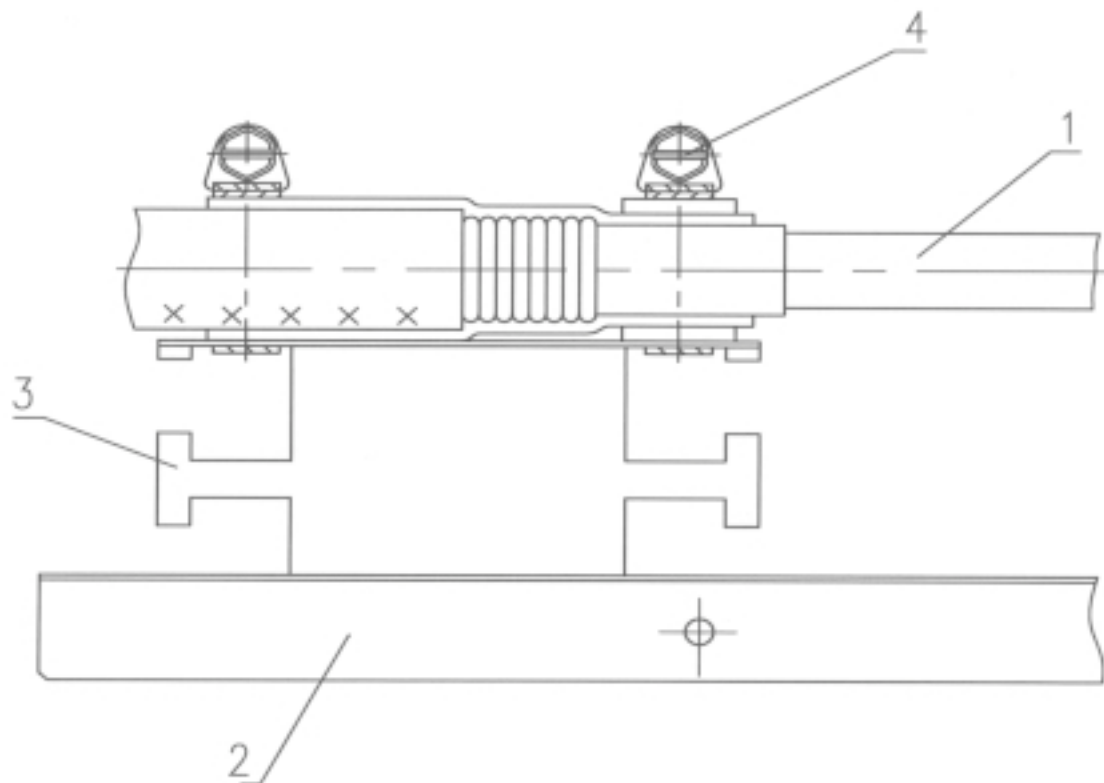

Рис. 4. Закрепление концов кабеля.
4.1.10. Закрепить кабель на кронштейне лотка двумя металлическими хомутами (рис. 4).